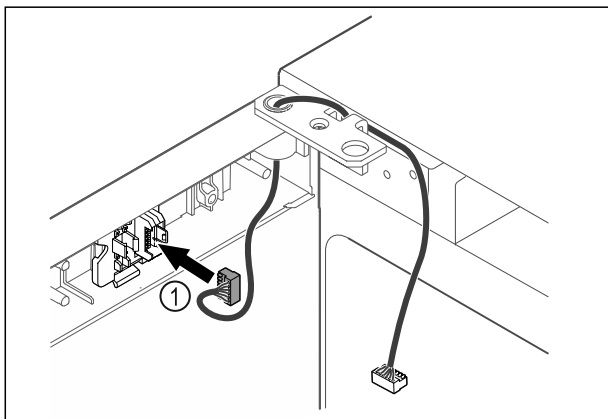

Fig. 45
- ▶ Enchufar el conector Fig. 45 (1) en su soporte.